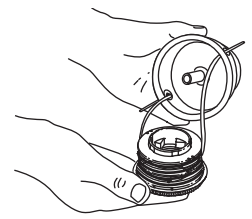

Fig. 21
3. Inserte los extremos de la línea de corte del nuevo carrete interior dentro de los ojalllos de la bobina exterior (Fig. 21). Coloque el nuevo carrete interior con la flecha hacia arriba dentro de la bobina exterior.